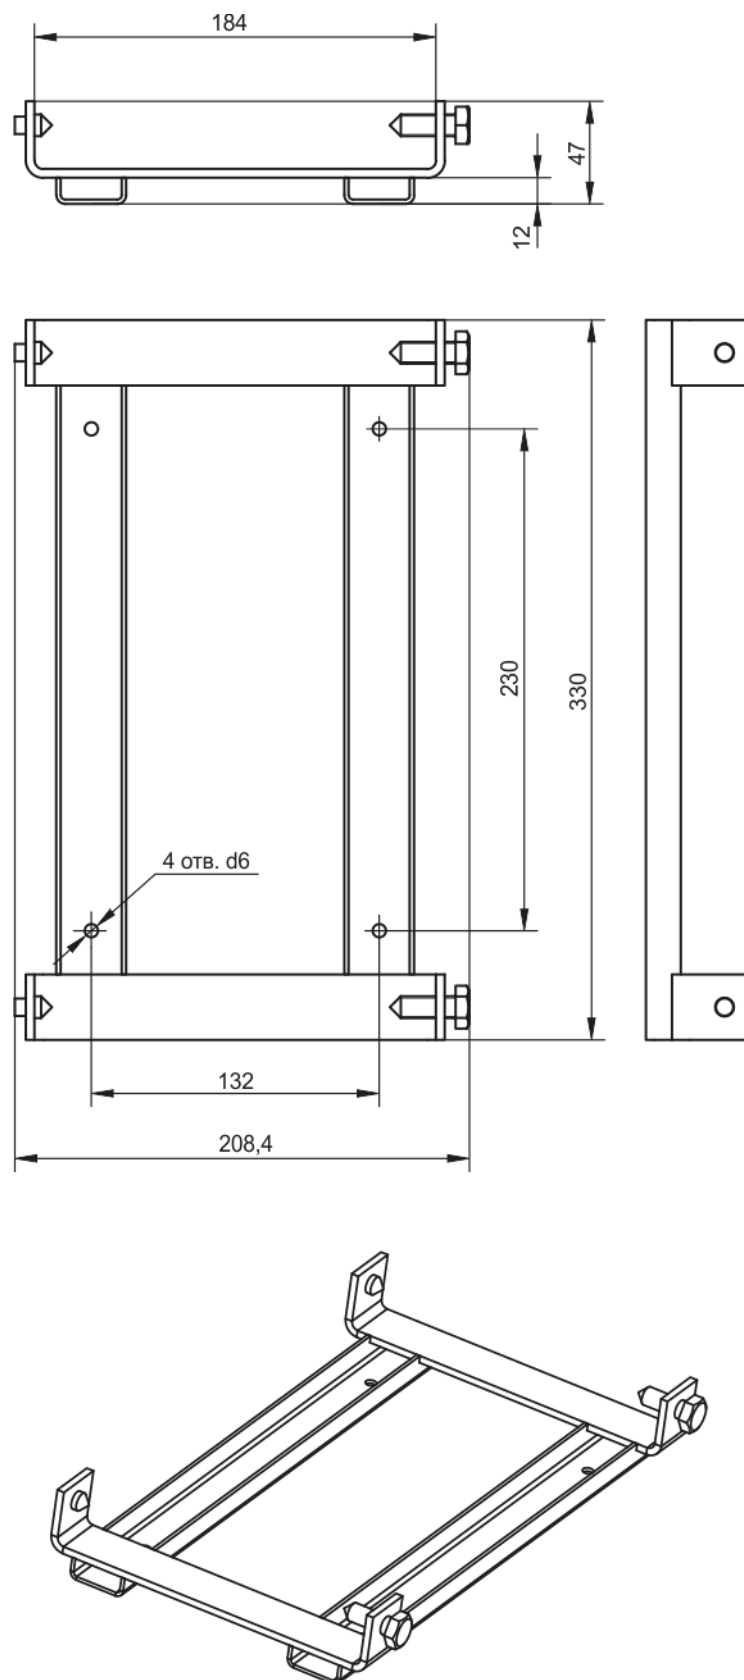

Рисунок 4 – Внешний вид кронштейна усилителя РТУ-100
3.2.1 Усилитель РТУ-100 представляет собой моноблок в металлическом корпусе. Габаритные размеры усилителя приведены на рисунке 3. Усилитель устанавливают в специальный кронштейн (рисунок 4) и фиксируют двумя болтами. Кронштейн крепится к конструкции вагона при помощи четырех болтов М6.